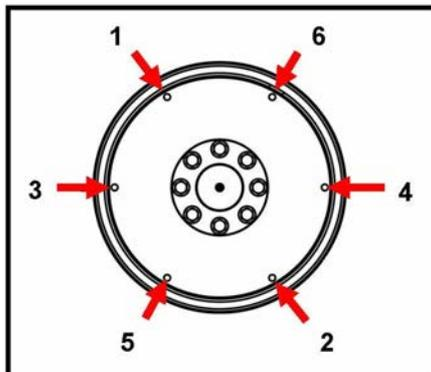

FIGURA 15. SECUENCIA DE FIJACIÓN
10. Apriete los pernos para fijar el disco de acoplamiento al volante, en la secuencia que se muestra en Figura 15 en la página 27.